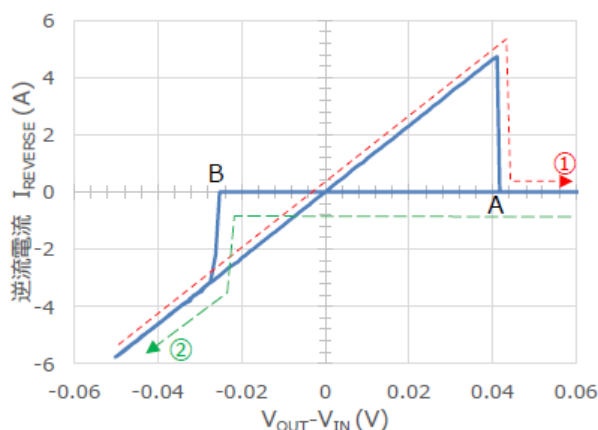

図 3.12 TCK111G の  $I_{REVERSE}$  と  $V_{OUT} - V_{IN}$  特性例
図 3.12 は常時監視型逆流防止機能内蔵の TCK111G の逆流防止回路による逆流電流特性の参考例です。①の線（赤線）で示すように、 $V_{OUT}$  と  $V_{IN}$  の差（ $V_{OUT} - V_{IN}$ ）が増加すると  $I_{REVERSE}$  は増加します、約 40mV の差となる A 点の  $V_{OUT} - V_{IN}$  の電圧で逆流防止回路が動作して  $I_{REVERSE}$  が流れなくなります。また、②の線（緑線）で示すように、逆流防止回路が動作後に  $V_{IN}$  が  $V_{OUT}$  よりも約 30 mV 上昇する B 点の電圧で逆流防止回路が停止して順方向に電流が流れ始めます。